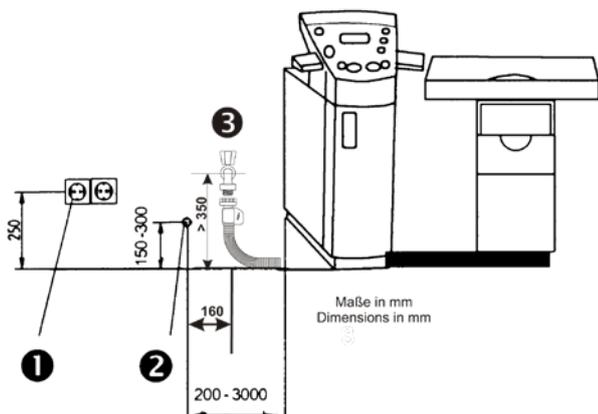
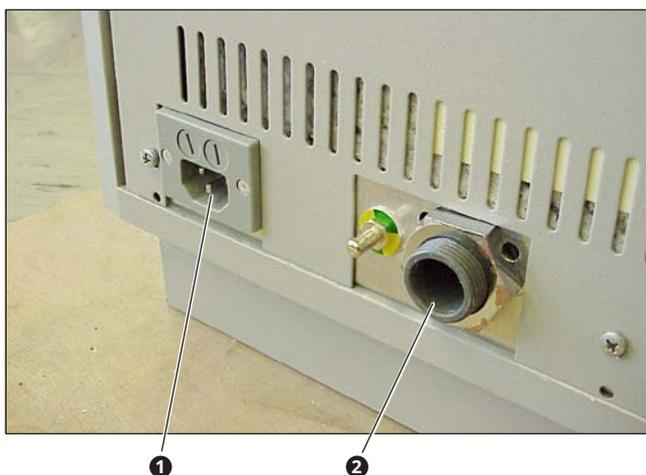

Fig. 3.
Fig. 4.
- ❶ Conector para aparatos que no se calientan
- ❷ Conexión para el tubo desagüe
- La ATMOS C 21 / C 31 está conectada a un enchufe que debe montarse cerca de la unidad, preferiblemente al lado izquierdo bajo el módulo de funciones (Ver fig. 3)
- Conectar el tubo desagüe con la unidad (❷, fig. 4) y la conexión G 3/4" (sellada debidamente).
- Unir la conexión contra el calentamiento de los aparatos (**1**, fig. 4) con el enchufe.
- Conectar el tubo (**2**, fig. 4) al desagüe (**2**, fig. 3).